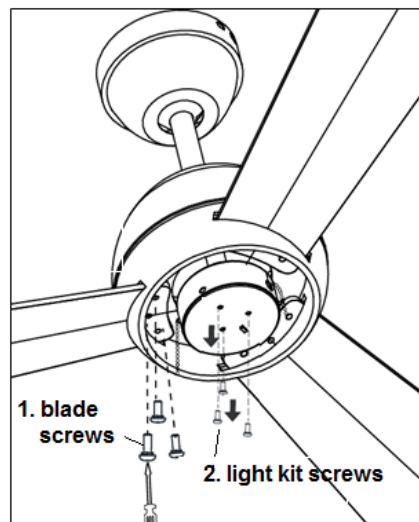

Fig.5
2. Maak de bladen stevig vast met de 3 schroeven en zorg ervoor dat de 3 schroeven even vastzitten. Draai de schroeven niet te ver door aangezien dit de bladen kan beschadigen. Herhaal dit proces voor alle bladen. Fig. 5.
1. Verwijder de 3 schroeven van de lichtset (2, Fig.5) aan de onderkant.